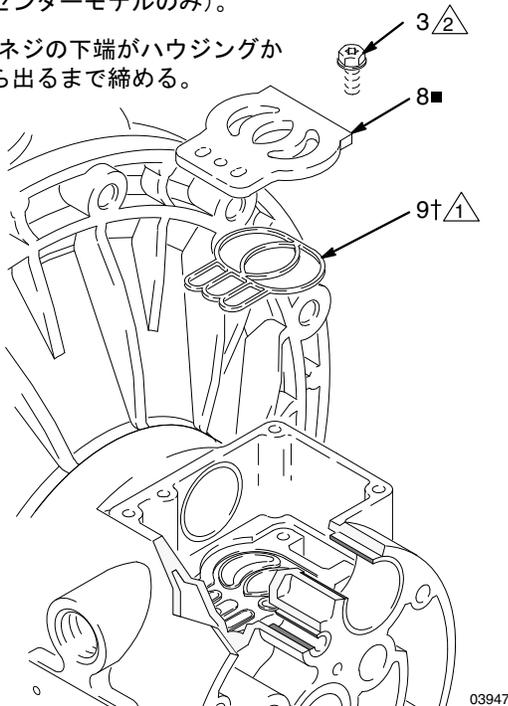

図 9
5. バルブプレート (8) を取り付けたままで点検します。損傷していた場合には、トルクス (T20) ドライバーまたは 7 mm (9/32 インチ) のソケットレンチを使用して、3 本のネジ (3) を外します。バルブプレート (8) を取り除き、アルミニウム・センター・ハウジングのモジュールの場合のみ、シール (9) を取り除きます。図 9 を参照してください。
2. アルミニウム製センターハウジングのモデルでは、バルブプレートシール (9+) はバルブキャビティ底部の溝中に取り付けます。バルブプレートシールの円形の側を下向きにして溝に取り付ける必要があります。図 9 を参照してください。
3. バルブプレート (8) を、キャビティに取り付けます。アルミニウム製センターハウジングモデルでは、プレートはリバーシブルとなっています。そのため、どの側を上にしてもかまいません。トルックス (T20) ドライバーまたは 7 mm (9/32 インチ) のソケットレンチを使用して、3 本のネジ (3) を締めます。ネジの下端がハウジングから出るまで締めてください。図 9 を参照してください。